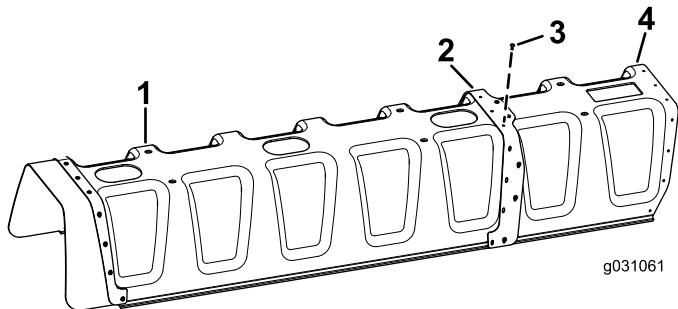

图6
2. 将 11 个弹伸铆钉 (3/16 x 1/2 英寸) 和垫圈 (3/16 英寸) 安装到加强板, 将 11 喷嘴护罩连接至 12 喷嘴护罩上 (图6)。